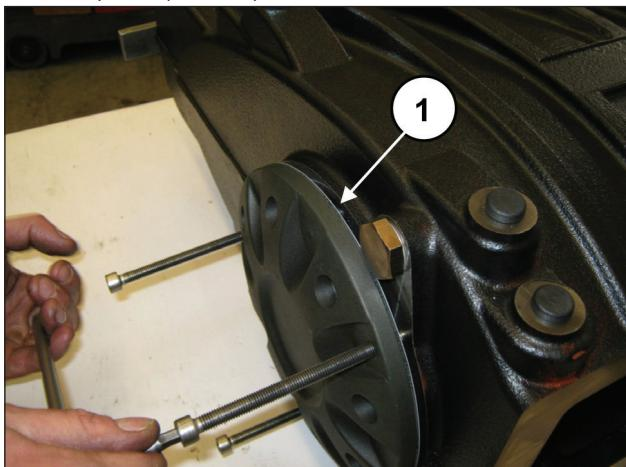

Abb. 29
Drehen Sie schrittweise die 3 Schrauben M8 fest (Pos. ①, Abb. 29), um ein übermäßiges Anwinkeln und das Festsitzen des Deckels zu vermeiden.